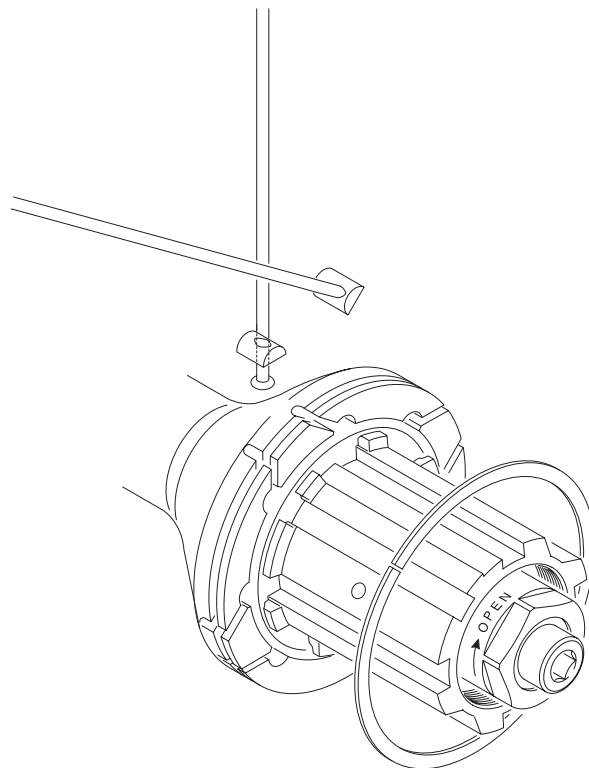

Fig. 29
- Inserite il nuovo raggio nell'apposita sede del mozzo orientando il lato del barilotto di maggior spessore verso il suo interno (Fig. 29). Riposizionate il raggio sovrastante (se necessario) e l'anello fermaraggi.
- Fit the new spoke in the special seat in the hub, positioning the thickest side of the cable end towards the inside (Fig. 29). Reposition the overlapping spoke (if necessary) and the spoke stop ring.
- Die neue Speiche in den auf der Nabe vorgesehenen Sitz einführen, wobei die Seite der stärkeren Speichenbrücke nach innen gerichtet wird (Abb. 29). Falls notwendig, die vorgelagerte Speiche wieder in die ursprüngliche Position bringen und den Speichenhalterungsring wieder anbringen.
- Introduisez le nouveau rayon dans le logement réservé à cet effet sur le moyeu, en orientant le côté du barillet de la plus grande épaisseur vers son intérieur (Fig. 29). Remettez le rayon audessus (si besoin est) et la bague de blocage des rayons.
- Meter el nuevo radio en el asiento correspondiente del buje, girando el lado del barrilete de mayor espesor hacia su interior (Fig. 29). Volver a colocar bien el radio que pasaba por encima (de ser necesario) y el anillo bloquea-radios.
- Monteer de nieuwe spaak in de uitsparing van de naaf, hierbij de dikste zijde van de kabel naar binnen laten wijzen (fig. 29). Herplaats de kruisende spaak (indien noodzakelijk) en de spaakstopring.